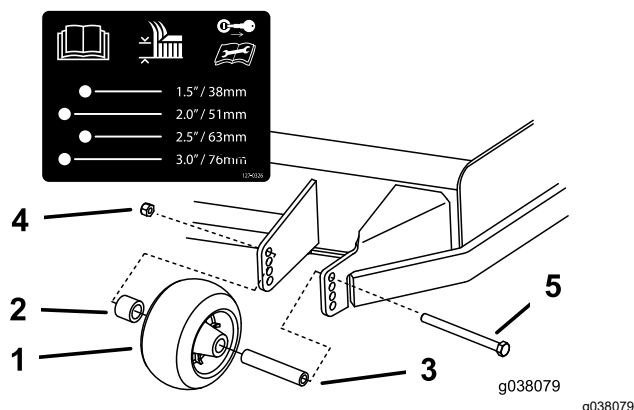

Figura 33
3. Ajuste los rodillos protectores del césped, tal y como se muestra en la Figura 33.